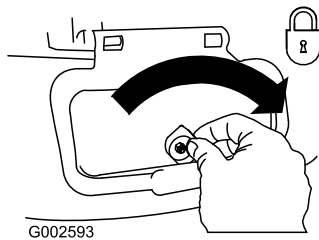

Figure 24
**Important:** Verrouillez le volet d'éjection latérale après l'avoir fermé (Figure 24).